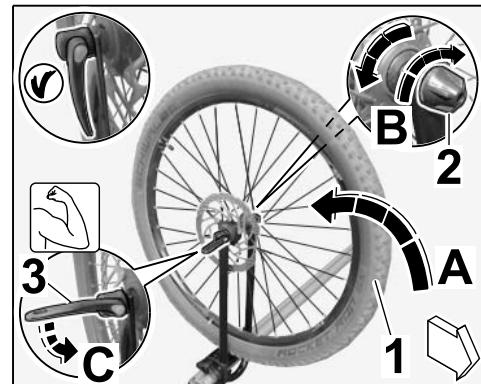

Figura 29
- 6.2.4 Desmontar la rueda delantera de la bicicleta y colocarla en la horquilla del soporte de rueda delantera ( $\Rightarrow$  Figura 29-A-).
- 6.2.5 Accionar el cierre de acoplamiento rápido de la rueda delantera ( $\Rightarrow$  Figura 29-B y C-).